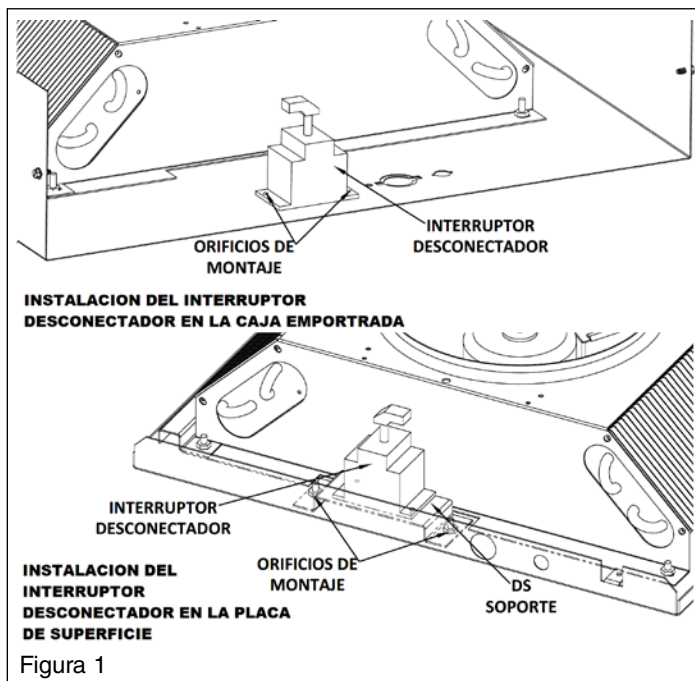

Figura 1
1. Instale el interruptor en la caja empotrable como se muestra en las instrucciones de instalación del calefactor y la Figura 1, con los terminales L1, L2 y L3 hacia el troquel. El interruptor debe instalarse del lado opuesto del contactor del calefactor. Ver Figura 1.